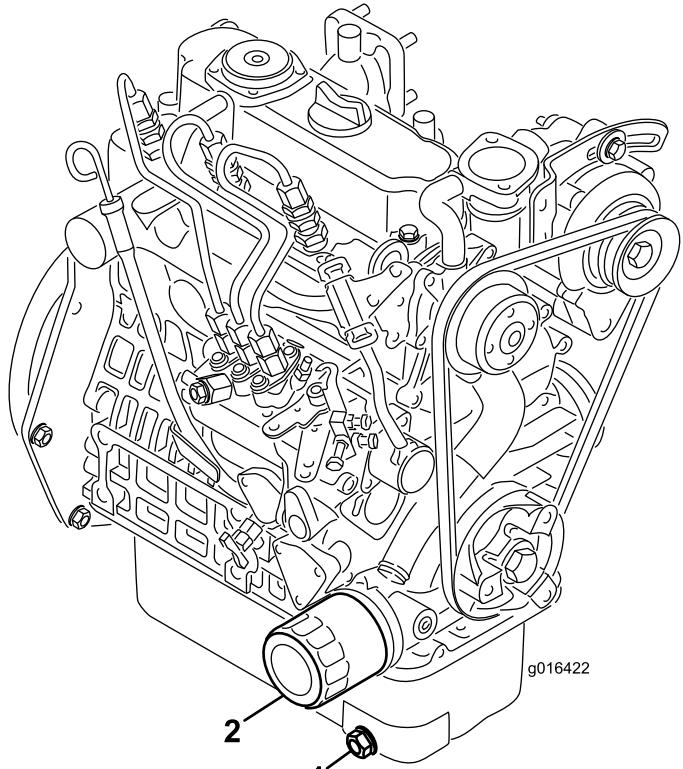

Figure 36
1. Retirez le bouchon de vidange (Figure 36) et laissez couler l'huile dans un bac de vidange. Remettez le bouchon quand la vidange est terminée.